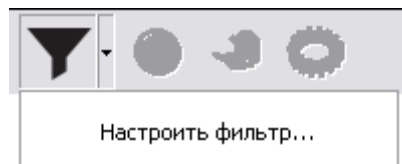
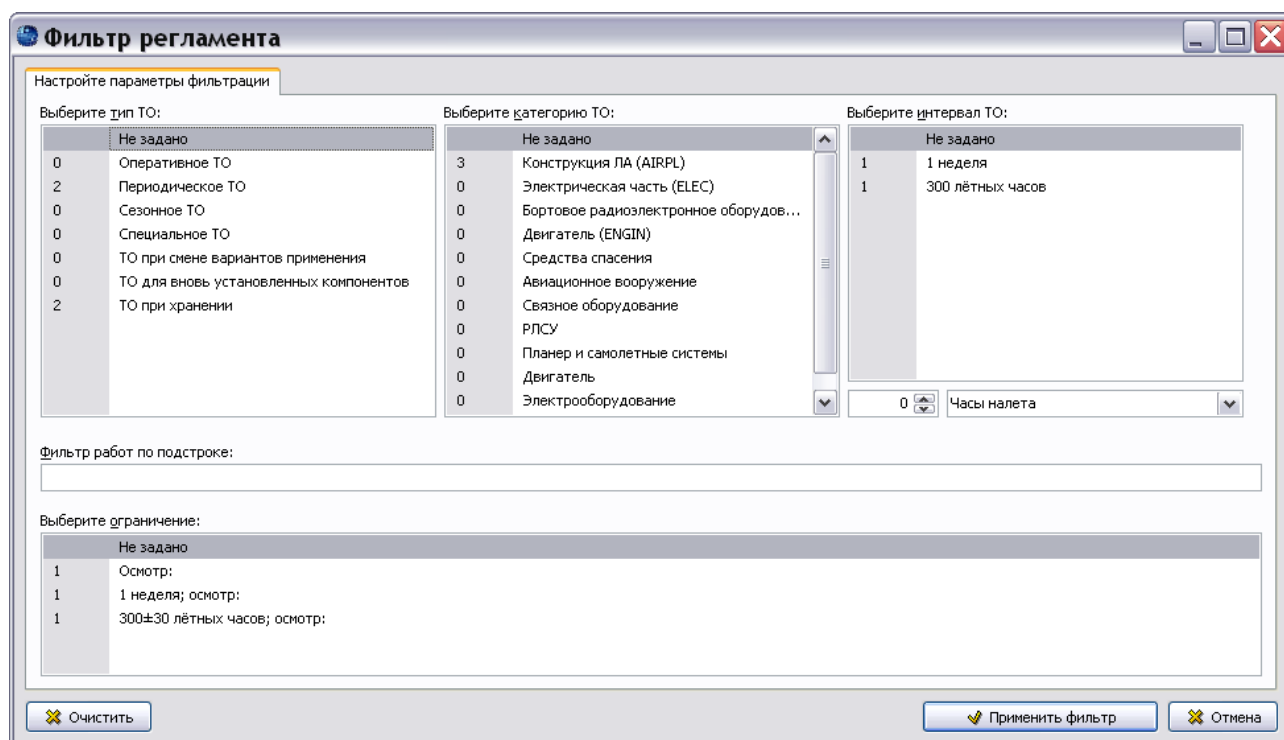

Рис. 129
Рис. 130
1. Нажмите на кнопку  справа от кнопки **Включить фильтрацию**  и выберите команду **Настроить фильтр** (Рис. 129). После этого откроется окно **Фильтр регламента** (Рис. 130).